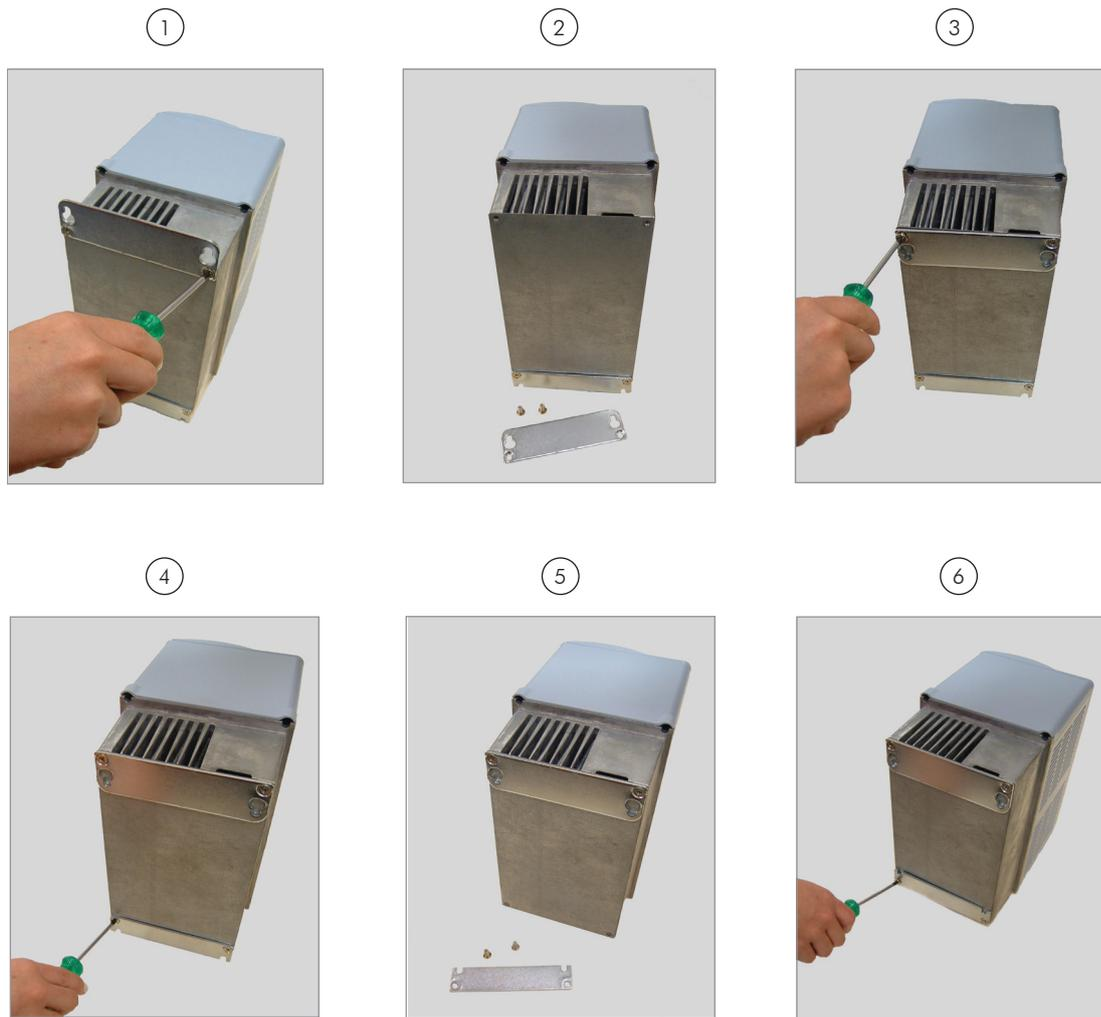

Figure 3.4 - Repositionnement des supports de montage
- ☑ Les supports de montage doivent être enlevés et repositionnés comme illustré sur la Figure 3.4 à la page 3-6.